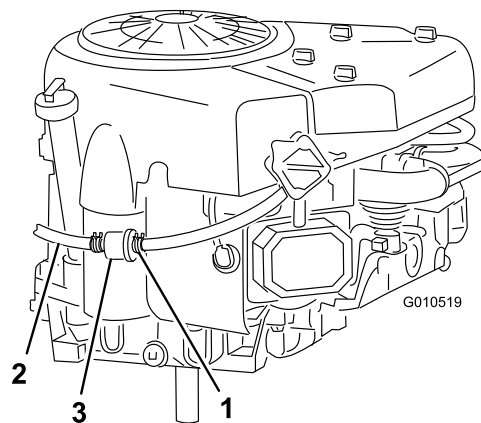

Figura 30
7. Premete le estremità della fascetta stringitubo e sfilatela dal tubo del carburante in direzione del serbatoio (Figura 30).
8. Staccate il tubo del carburante dal filtro (Figura 30) e spurgate la benzina in una tanica o in una bacinella di spurgo.
10. Infilate la fascetta vicino al filtro del carburante, per fissare sia il tubo sia il filtro del carburante (Figura 30).
Il momento più opportuno per sostituire il filtro del carburante (Figura 30) è quando il serbatoio del carburante è vuoto. Non rimontate mai il filtro carburante sporco dopo averlo tolto dal tubo di alimentazione del carburante.